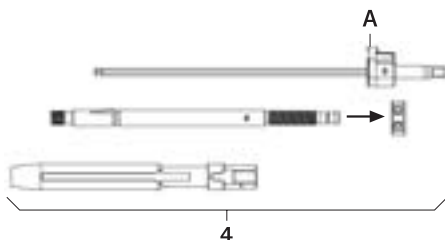

Afb. 1
- Demonteer het vergrendelingsschroeven-inbrenginstrument met de steeksleutel SW6, zie Afb. 1.